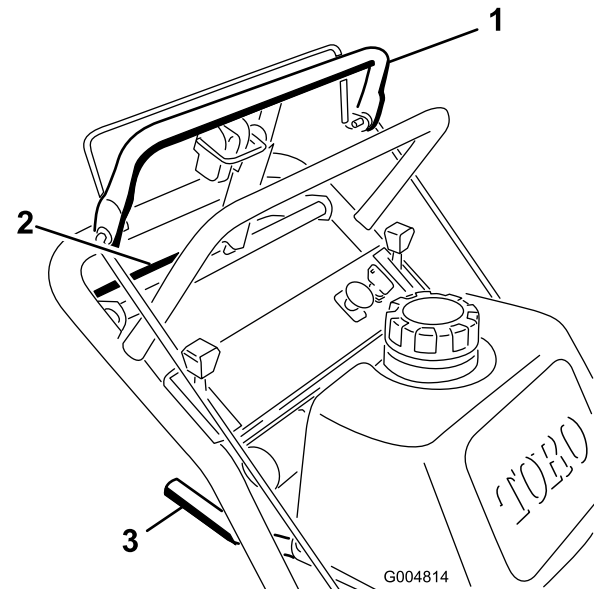

Figure 9
1. Pour vous déplacer en marche avant, sélectionnez une vitesse en marche avant (Figure 9).
3. Appuyez lentement sur la barre de commande supérieure pour avancer (Figure 9).
Pour vous déplacer en ligne droite, appliquez une pression égale aux deux extrémités de la barre de commande supérieure (Figure 9).
Pour tourner, relâchez la pression sur le côté de la barre de commande supérieure dans la direction que vous voulez prendre (Figure 9)
3. Rapprochez lentement la barre de commande inférieure de la partie inférieure du guidon pour vous déplacer en marche arrière (Figure 9).
7. Engagez la barre de commande inférieure et soulevez la partie inférieure du guidon simultanément pour monter sur la bordure (Figure 9 et Figure 10).
4. Engagez la barre de commande inférieure et soulevez la partie inférieure du guidon simultanément (Figure 9 et Figure 10).